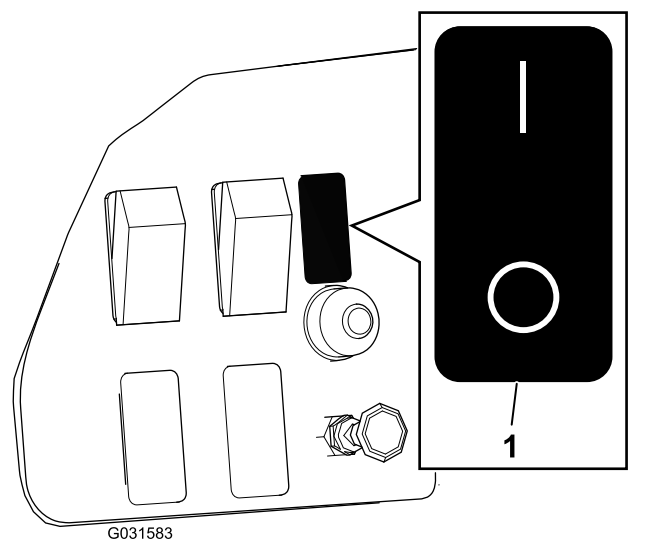

Figura 3
4. Coloque o autocolante no painel de instrumentos perto do interruptor (Figura 3).